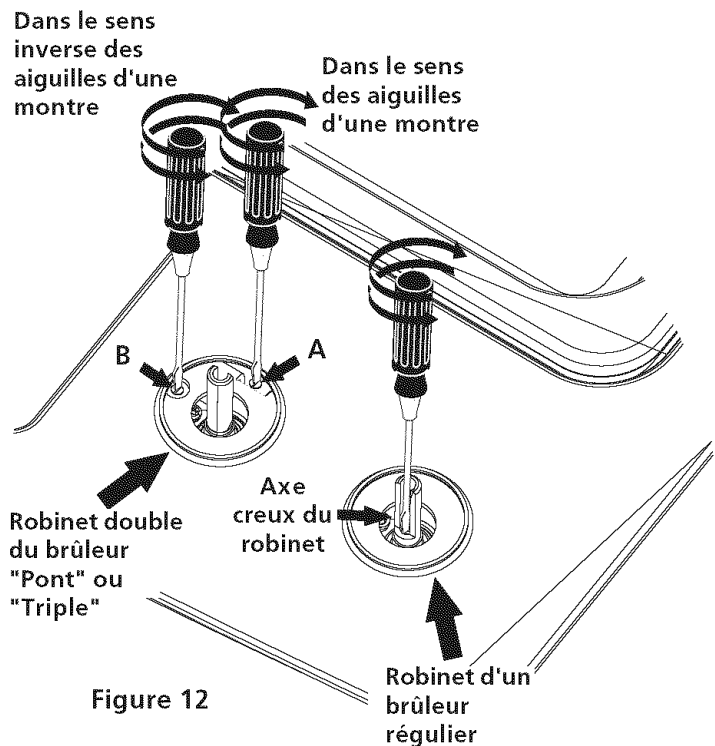

Figure 12
4. **Réglage de la position "LOW" des robinets des brûleurs de surface réguliers (Figure 12)**
5. **Réglage de la position "LOW" du robinet double des brûleurs "Pont" ou "Triple" (certains modèles) (Figure 12)**